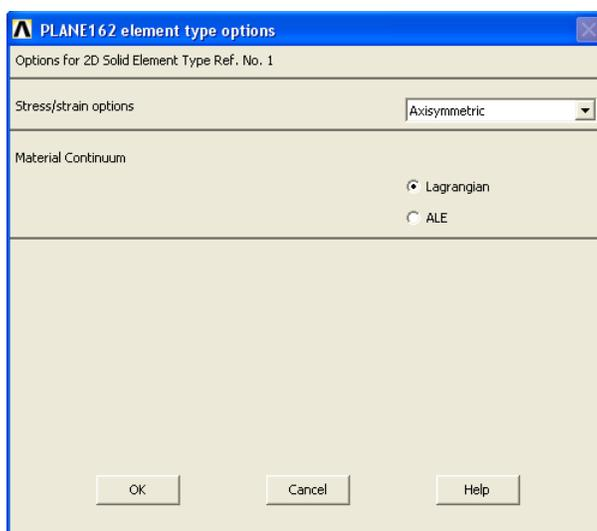

Рисунок 97. Вид окна *PLANE162 element type options*
- В раскрывающемся списке с меткой **Stress/Strain options** появившегося окна *PLANE162 element type options* (Рисунок 97), выбираем раздел *Axisymmetric*, т.к. предполагаем, что образец является цилиндрическим.